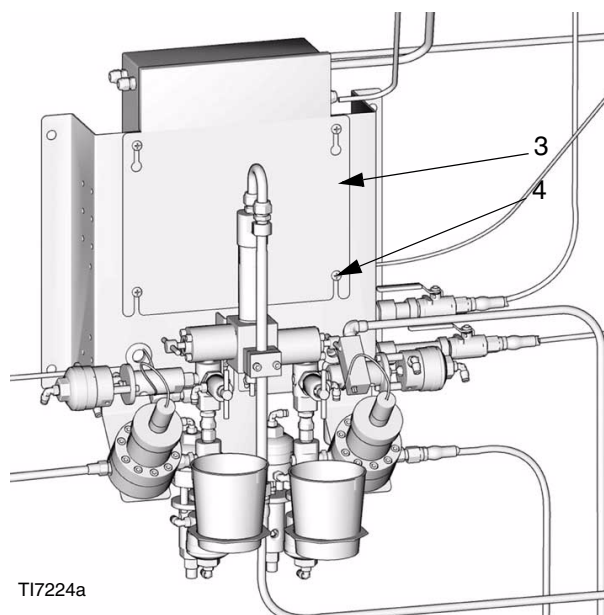

FIG. 17
5. Panel de fluido con montaje mural: Afloje los 4 tornillos (4), y después retire la tapa (3). FIG. 17.